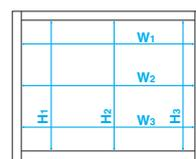

図1
- ④ 樹脂額縁に凹凸がないこと
- ⑤ アングルから額縁先端まで110mm以上であること
- ⑥ 開口の狂いが3mm以下であること（図1～3）
- ⑦ 既設アングルの立上り寸法が2mm以下であること
- ⑨ 額縁開口部に凹凸がないこと
- ⑩ 枠の内面から100mm以上あること
- 図1のH1～H3およびW1～W3の寸法差が3mm以下であることをご確認ください。